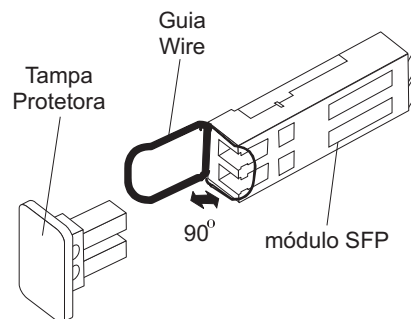

Figura 29. Destravando a Trava do Módulo SFP - Variedade Metálica
- Para módulos SFP que contêm guias metálicas, destrave a trava do módulo SFP puxando a trava metálica 90° para fora, conforme mostrado na Figura 29.